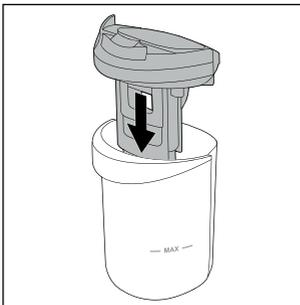

Fig. 29
- ◆ Așezați capacul rezervorului de apă murdară **9** înapoi pe rezervorul de apă murdară **2** (a se vedea fig. 29).